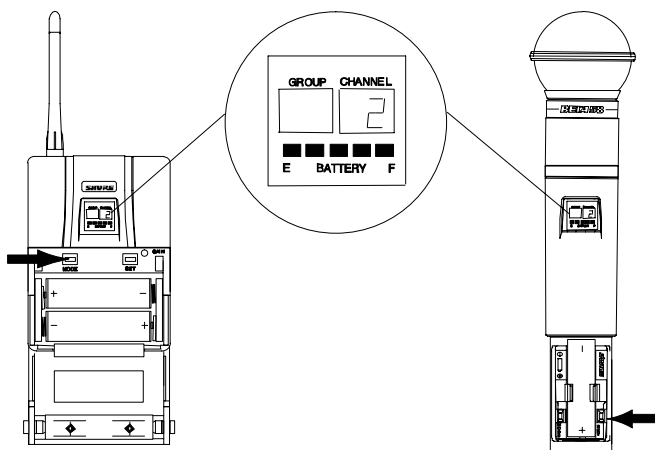

FIGURA 41
- Oprima el botón de FIJACION para cambiar el valor del Canal, como se muestra en la Figura 41.